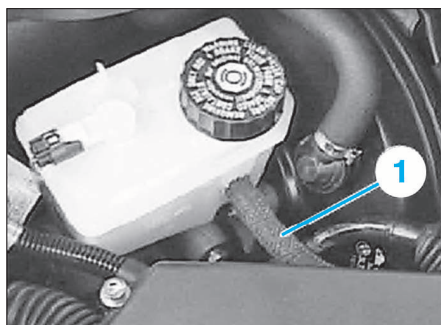

FIG. 16
- Extraire le recouvrement (3) de son élément de guidage (2) et le déposer.
- Aspirer le liquide de frein jusqu'au niveau du flexible d'alimentation du circuit hydraulique d'embrayage (1) (Fig.16).